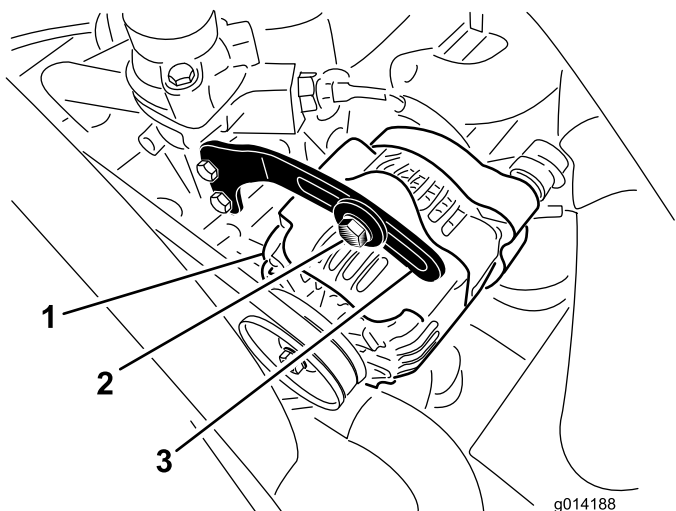

図 49
2. オルタネータ側プーリとクランクシャフト側プーリ間の中央部(図 49)でベルトを指で 10 kg程度の力で押して点検する。
3. ブレースをオルタネータ(図 49)に固定しているボルトと、オルタネータのピボットボルトをゆるめる。